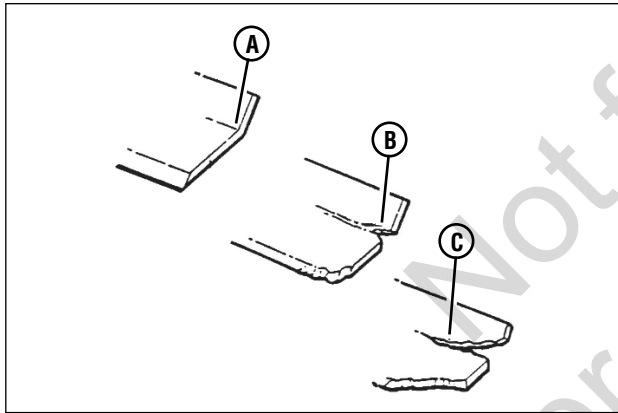

Figure 15 : Limites d'usure de lame de tonte
- Inspectez souvent la lame (**Figure 15**) pour chercher des signes d'usure ou dommages :
- (A) Lame neuve
- (B) Limite d'usure (début d'entailles)
- (C) État dangereux ! À ne pas utiliser sur la tondeuse ! Remplacer par une lame neuve.